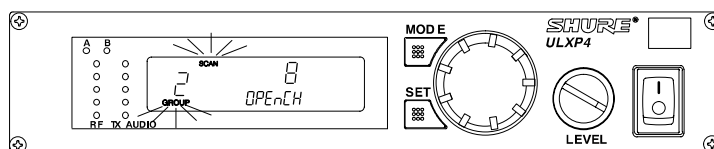

FIGURE 39
3. Quand tous les groupes ont été balayés, le groupe contenant le plus de canaux ouverts s'affiche sur l'écran comme illustré à la figure 39.